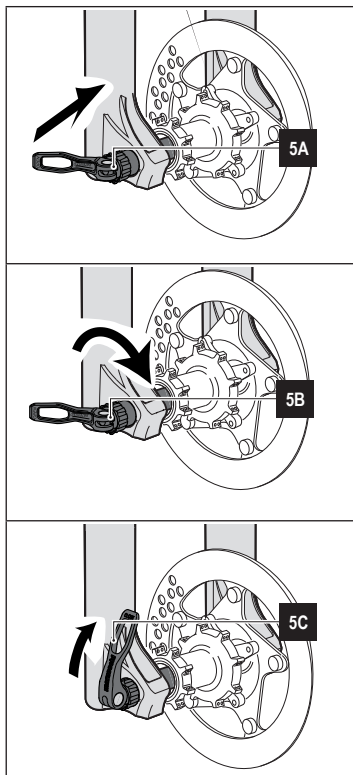

Figure 5 - Axe fixation rapide axe 15 mm ou 20 mm: montage de la roue avant
- Alignez le moyeu de la roue face aux trous de la fourche (voir le **5A - Figure 5**).
- Installez l'axe par le côté droit. (Voir le **5A - Figure 5**).
- Placer le levier dans le sens souhaité puis fermez le pour verrouiller l'axe (Voir le **5C - Figure 5**).
- Vérifiez que le levier de serrage est en dans une position qui assure une attache correcte de l'axe, et que cette position n'est pas sujette à des collisions ou à des desserrages intempestifs pendant l'utilisation (voir le **5C - Figure 5**).